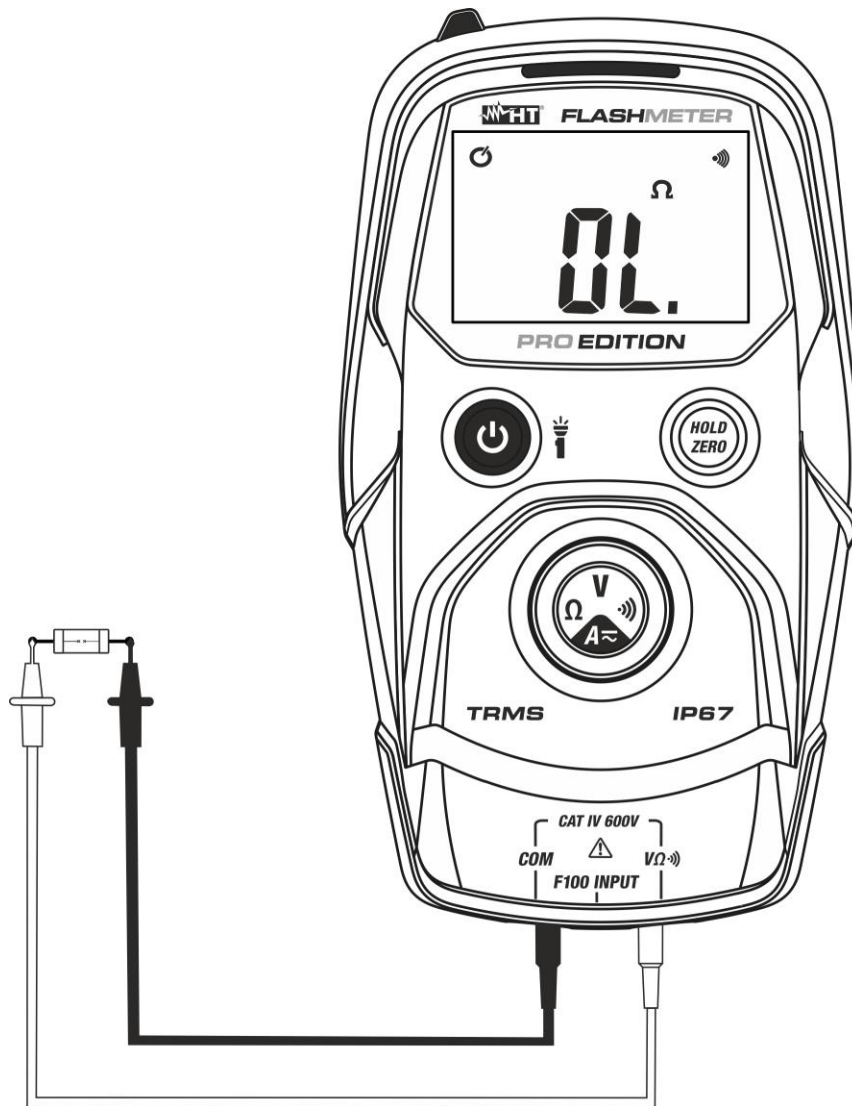

Abb. 6: Verwendung des Gerätes für Durchgangstest
4. Verbinden Sie die Messleitungen mit dem zu messenden Kreis (siehe Abb. 6). Der Durchgangssummer aktiviert sich bei Werten von $R < 50\Omega$